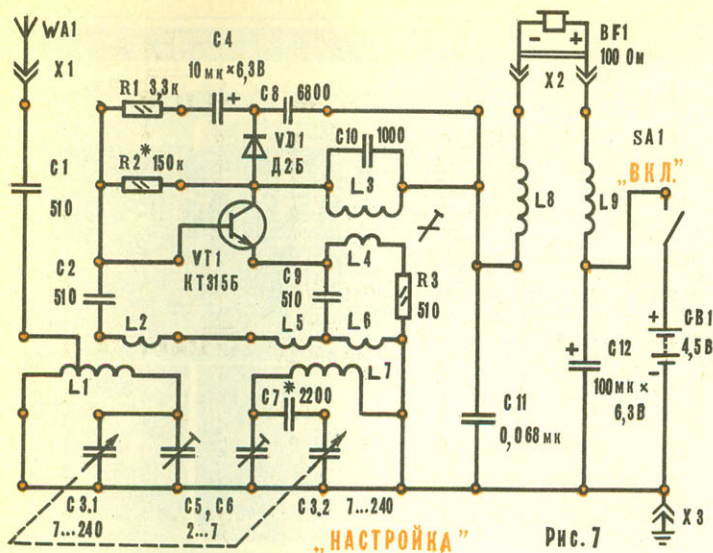

Рис. 7
**Супергетеродинный радиоприемник** (рис. 7) работает в КВ диапазоне 25—50 м. Этот приемник — также рефлексный, поскольку его транзистор используется в смесителе, гетеродине и усилителе ЗЧ.